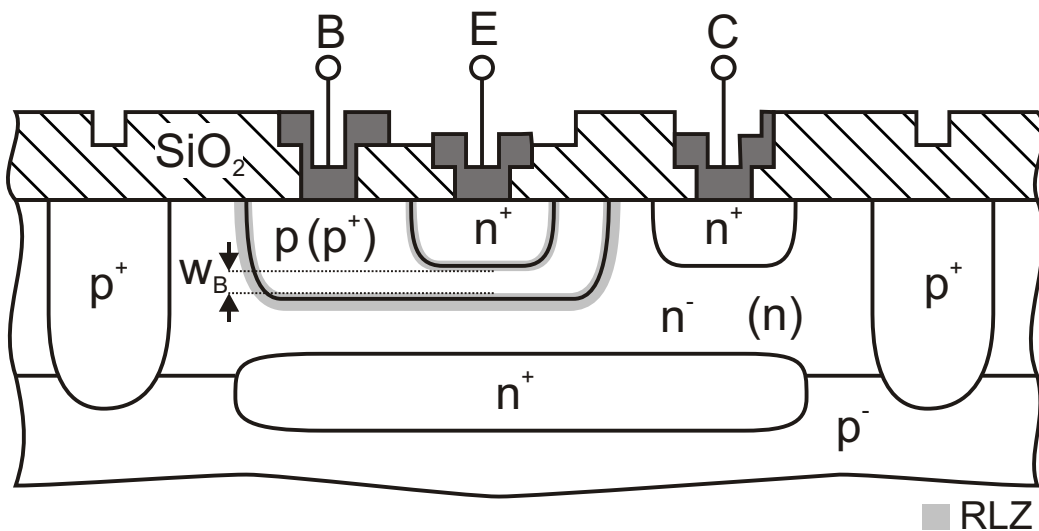

Abb. 3.1: Querschnitt eines npn-Bipolartransistors
- a) Siehe Abb. 3.1!
- b) Siehe Abb. 3.1!
- e) Siehe Abb. 3.1!